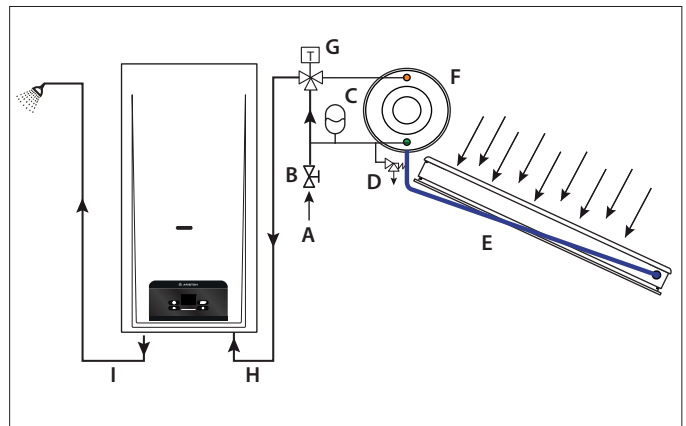

Figura 5 - Apparecchio integrato con installazione solare
- Per evitare temperature eccessive all'ingresso dell'acqua, si raccomanda di installare una valvola miscelatrice termostatica (vedi *Figura 5 - Apparecchio integrato con installazione solare - voce G*).